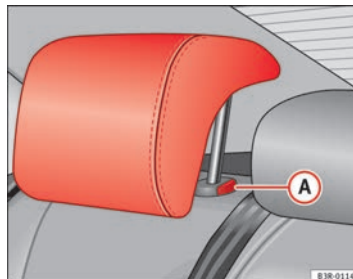

Fig. 111 Plazas laterales del asiento trasero: Apoyacabezas
- Oprima el botón **(A)** ⇒ fig. 111 y descienda el apoyacabezas.
- Apriete la tecla **(A)** ⇒ fig. 111 y, al mismo tiempo, extraiga el apoyacabezas.